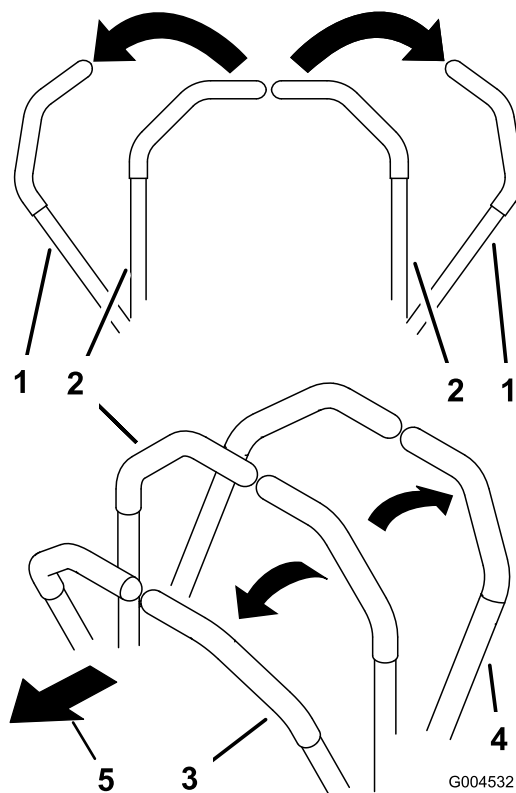

Bild 19
1. Schieben Sie die Fahrtriebshebel (Bild 19) aus der Neutralsperrstellung.
- Schieben Sie für das Vorwärtsfahren die Fahrtriebshebel langsam vorwärts (Bild 19).
- Ziehen Sie zum Rückwärtsfahren die Fahrtriebshebel langsam nach hinten (Bild 19).
- Zum Wenden, ziehen Sie beide Hebel nach hinten, um die Maschine zu verlangsamen; schieben Sie dann einen Hebel an der entgegengesetzten Seite zur Wenderichtung nach vorne (Bild 19).